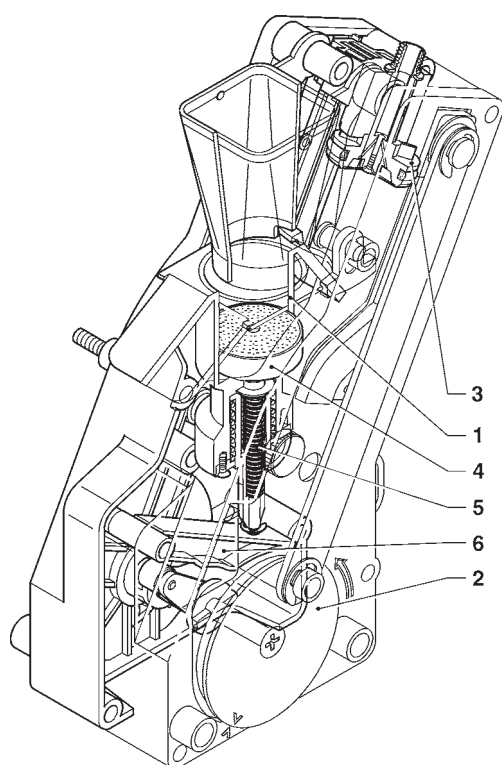

Fig. 15
Cuando se pide una selección de café, durante el funcionamiento del molinillo el grupo gira 180° de modo tal de traer la cámara de infusión en su posición vertical (ver Fig. 15).
El café cae en la cámara de infusión (1) colocada verticalmente (ver Fig. 15).